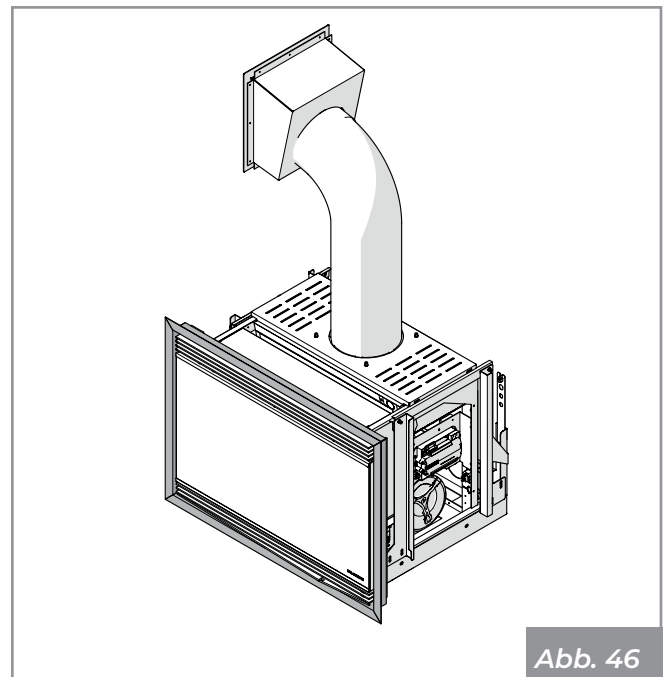

Abb. 46
- Abschlussrahmen für Gipskarton (Abb. 46).